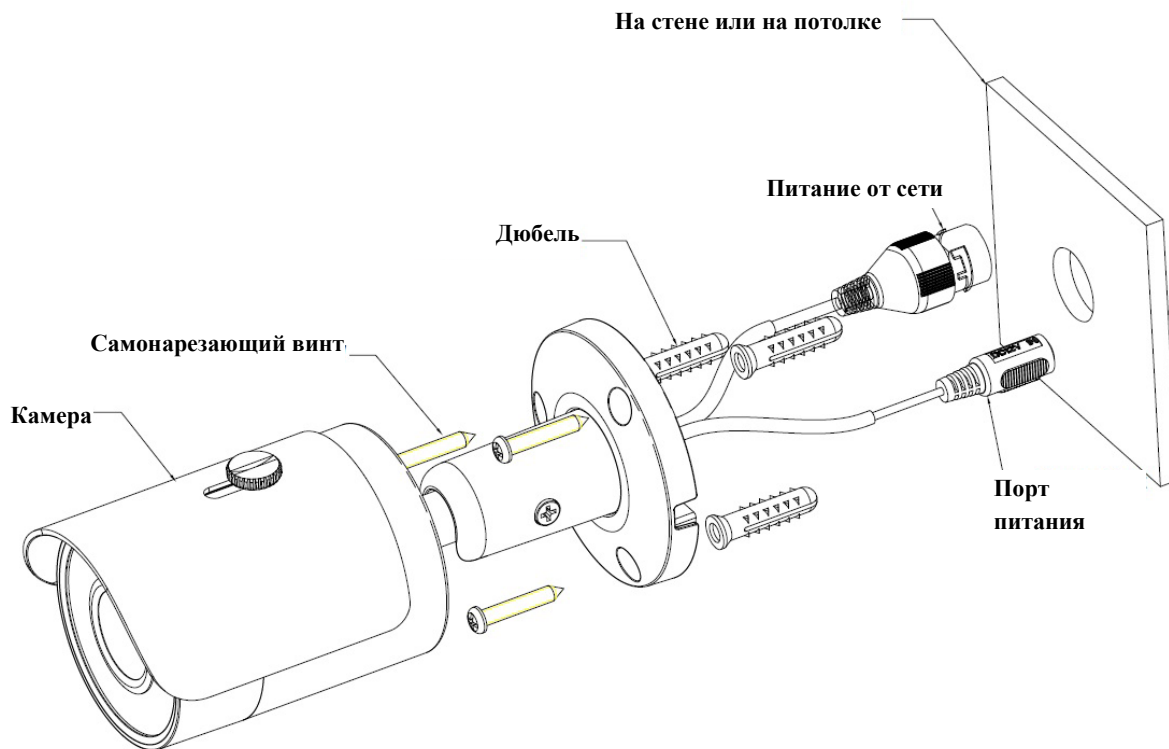

Рисунок 2-1 Установка устройства 1
- Шаги по установке устройства могут различаться в зависимости от особенностей конструкции и внешнего вида камеры. В зависимости от конкретной модели используйте Рисунок 2.1 или 2.2.
См. Рисунок 2-1 и 2-2.